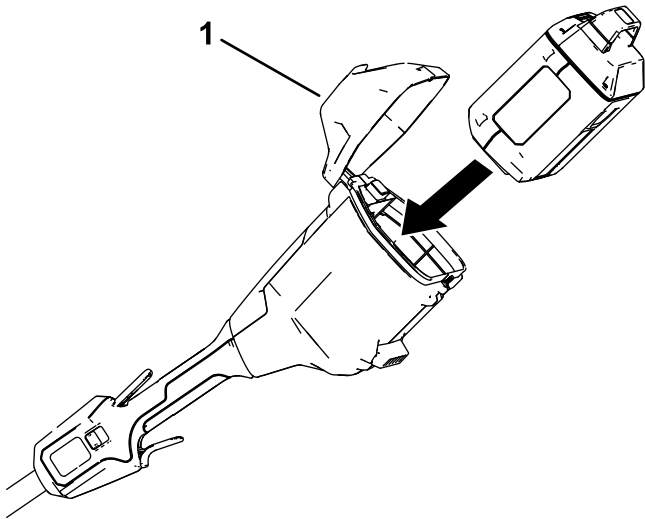

Figura 9
2. Abra la tapa de la batería (Figura 9).
3. Alinee la cavidad de la batería con la lengüeta del compartimento de la batería (Figura 9).
4. Empuje la batería hacia el interior del compartimento de la batería hasta que se traben en el enganche (Figura 9).